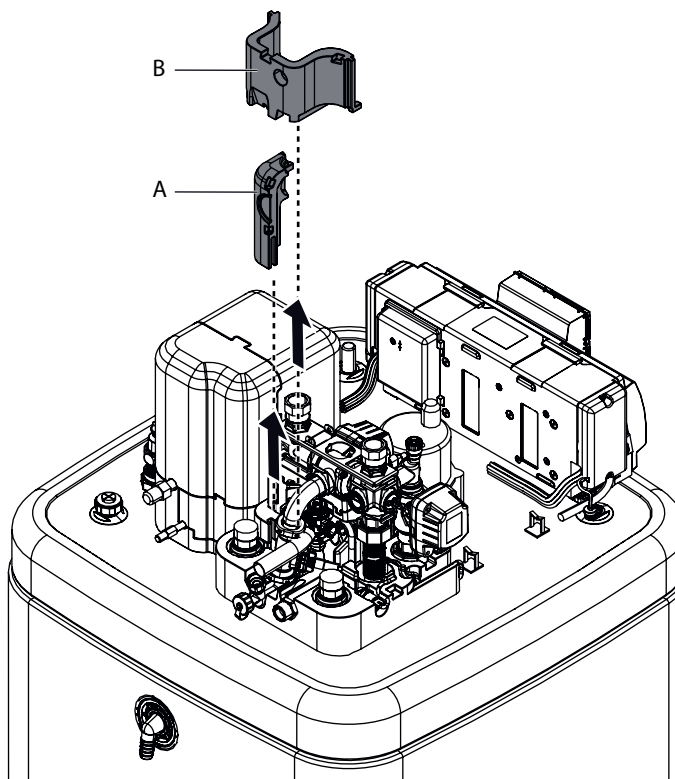

Fig. 4-9 Rimuovere l'isolante termico inferiore
- Estrarre orizzontalmente l'elemento isolante laterale (fig. 4-9, pos. A).
- Estrarre orizzontalmente l'elemento isolante posteriore (fig. 4-9, pos. B).